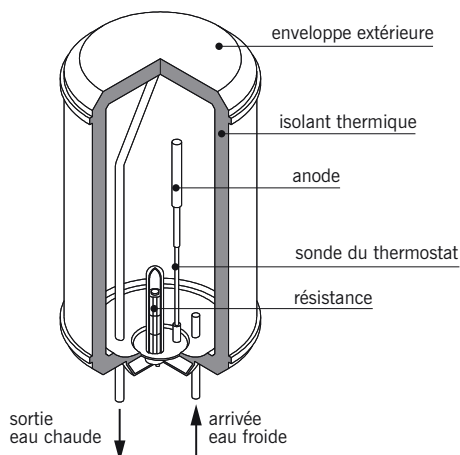

fig. 14.9
■ Le **chauffe-eau à accumulation** appelé aussi **cumulus** ou **ballon d'eau chaude** : appareil qui produit et stocke de l'eau chaude dans un réservoir métallique calorifugé (isolé thermiquement). Dans un chauffe-eau électrique, d'un volume de 50 à 300 litres environ, l'eau est chauffée en 8 heures par une résistance appelée **thermoplongeur** enfermée dans un fourreau étanche (fig. 14.9). La plupart des chauffe-eau électriques possèdent un système anti-corrosion composé d'une anode immergée en magnésium ou en titane qui protège l'intérieur de la cuve contre la rouille. Certains modèles sont équipés de résistances puissantes permettant de chauffer l'eau plus rapidement (2 à 6 heures) suivant le volume de la cuve. Il existe également des chauffe-eau à accumulation à gaz appelés **accumulateurs à gaz**, équipés d'un brûleur à gaz indépendant qui chauffe l'eau contenue dans une cuve. Ce dispositif nécessite une arrivée de gaz et une évacuation des produits de combustion par un conduit de fumée.